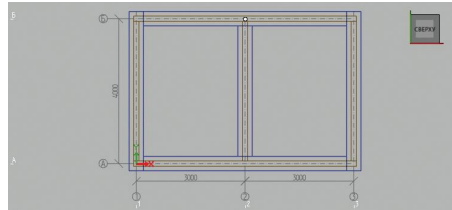

рис. 35
5. Постройте ещё четыре доски, привязываясь к точкам пересечения осей (рис. 35).